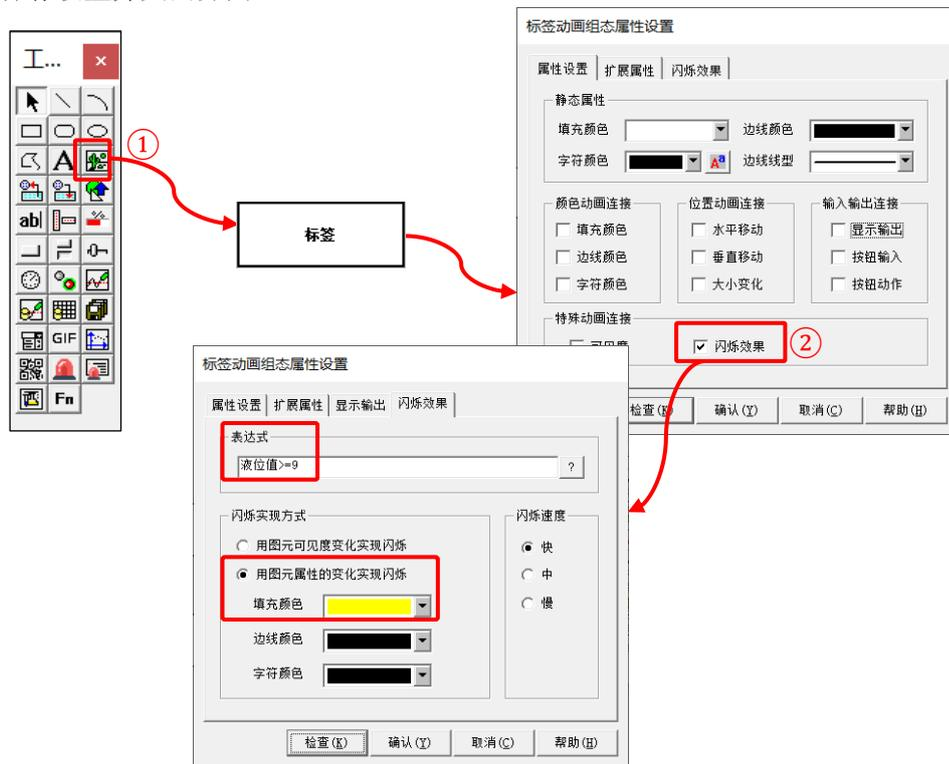

图 3.2-3 GIF 动画运行效果
- ⑤ 在【播放次数】处，可以选择是【默认循环播放】还是【设置播放次数】，设置播放次数的范围是：1~999999999。本次我们选择默认设置。
- ⑥ 点击属性设置界面下方的【确认】按钮后，GIF 动画添加成功，效果如图 3.2-3 所示。